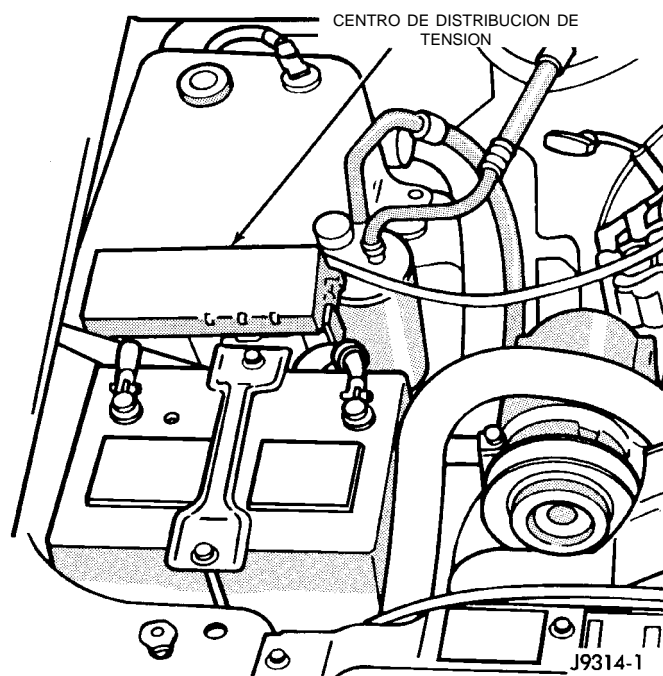

Fig. 24 Centro de distribución de tensión (PDC)
(2) Inspeccione las conexiones de los cables de la batería. Asegúrese de que estén apretadas y limpias.
(3) Inspeccione el relé de la bomba de combustible y el relé del embrague del compresor del aire acondicionado (si está instalado). Inspeccione las conexiones del relé de ASD. Inspeccione las conexiones del relé del motor de arranque. Inspeccione los relés para determinar si presentan signos de deterioros físicos y corrosión. Los relés están emplazados en el centro de distribución de tensión (PDC) (Fig. 24). Para informarse sobre la localización de los relés, consulte la etiqueta de la cubierta del PDC.